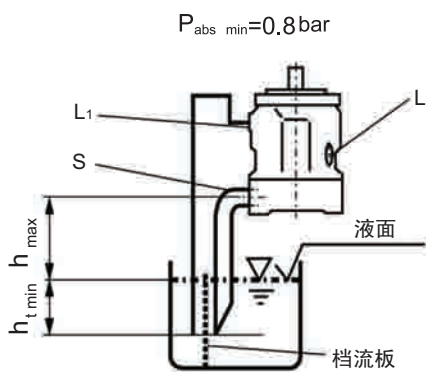

图2
b) 如果油箱的最低液面低于泵的安装法兰面则“L₁”和“S”口的配管按图 2 所示，封闭“L”口，并见 1.2.1 节。
1.2 安装在油箱外面：在安装前泵置于水平位置并灌满油液。如安装在油箱上方，参见图 2。